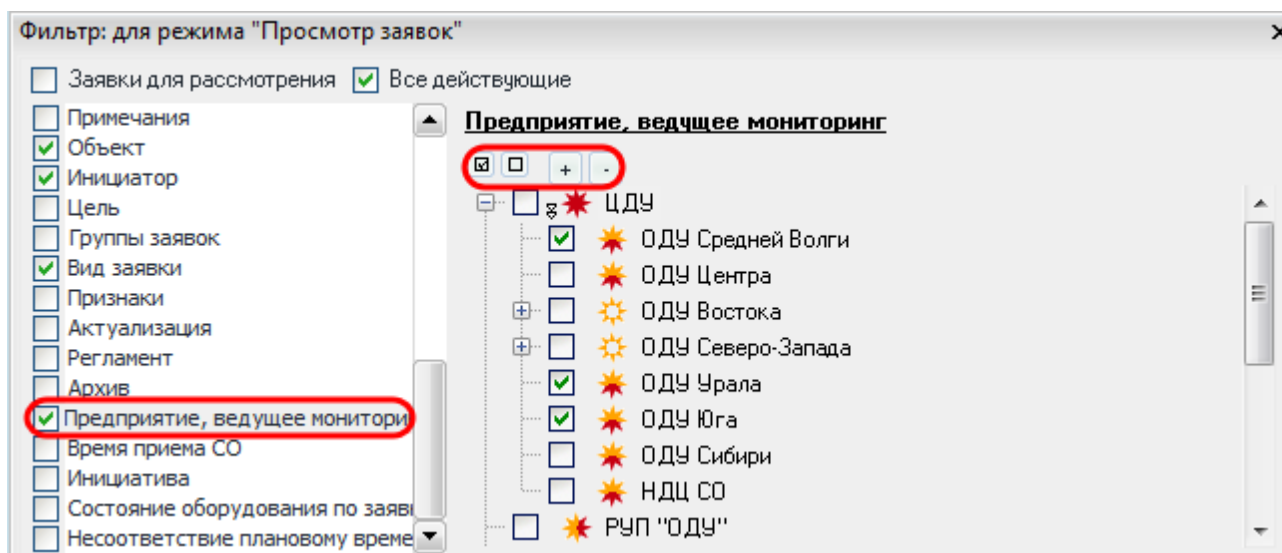

Рисунок 9.43 – Фильтрация по предприятию, ведущему мониторинг
- *Фильтр «Предприятие, ведущее мониторинг»* - фильтрация по предприятиям, ведущим мониторинг (Рисунок 9.43). В выборку попадают заявки, на оборудование которых в качестве мониторинга настроено указанное предприятие. Если ни одно предприятие не выбрано, то фильтрация производится по всем предприятиям. Для предприятия-абонента в фильтрах «Инициатор» и «Предприятие, ведущее мониторинг» отображается настраиваемое дерево предприятий данного предприятия-абонента.